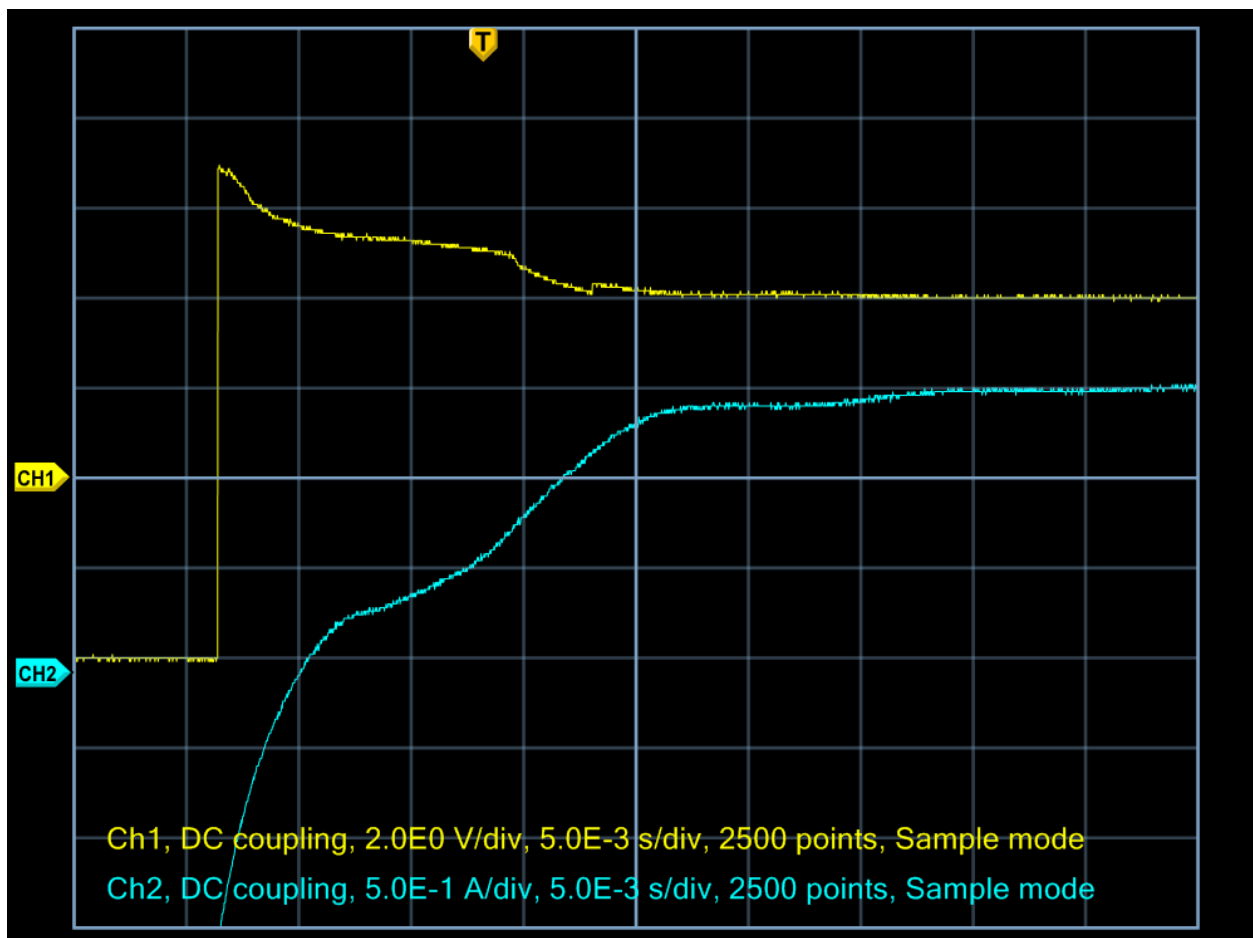
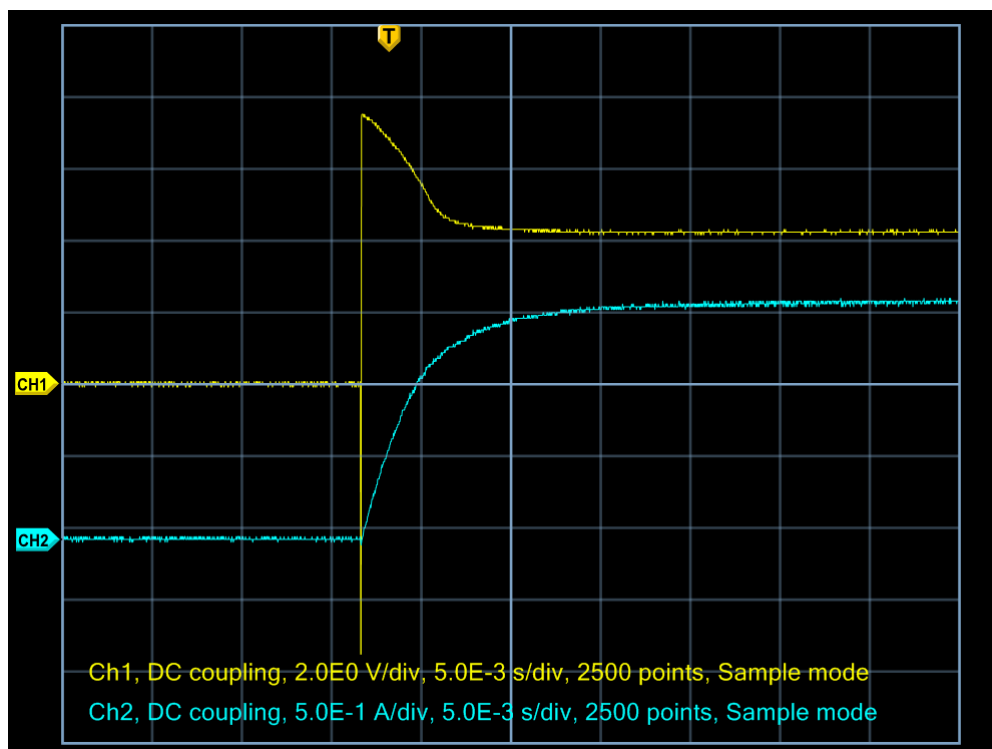

Abbildung 4.1: Stromdelle beim Vollschrift
Abbildung 4.3: Stromdelle ausgeglichen durch manuelle Bestromung
- a) Der Stromverlauf in einer Wicklung wird in Abb. 4.1 beim Vollschrift dargestellt.
- b) Die erkennbare Delle im Stromverlauf in Abb. 4.1 und 4.2 rührt daher, dass durch die Bewegung des Rotors eine Spannung induziert wird, die der Strangspannung entgegenwirkt. Den PT1-Förmigen Verlauf von Abb. 4.3 kann erreicht werden, indem die Stellung angefahren wird, an der sich der Rotor nicht bewegt wenn die Spannung eingeschaltet wird.